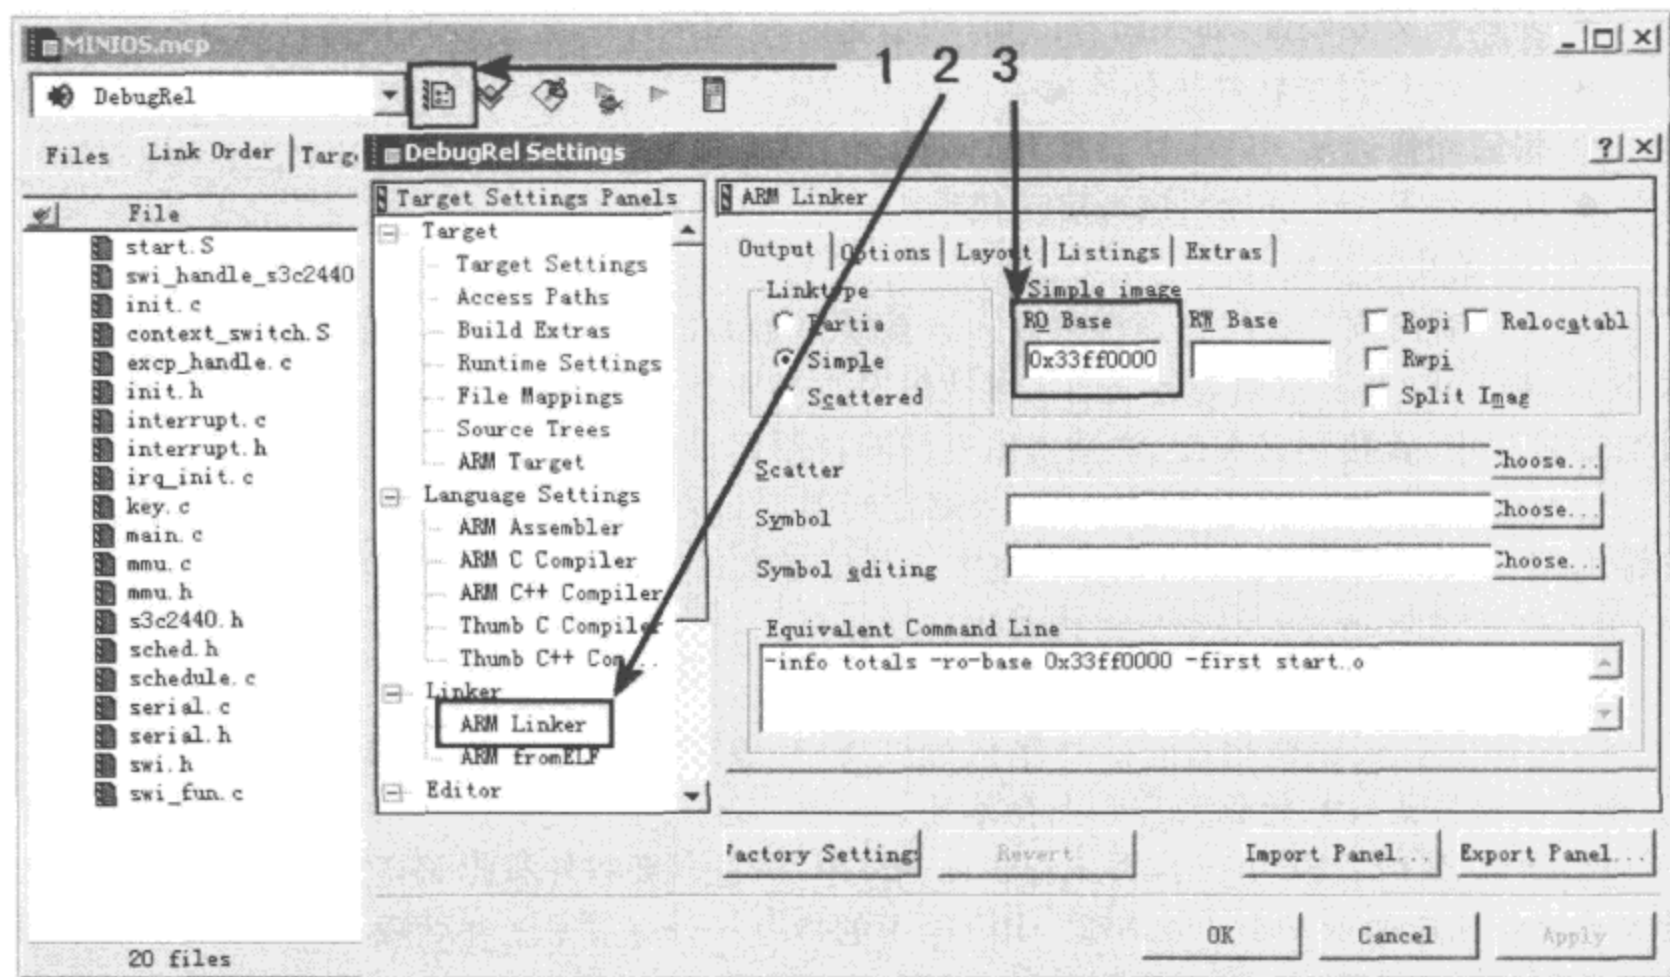

图 2-40 设置 image 文件加载地址
① image 文件的加载时地址与运行时地址。image 文件的加载地址是指由程序源文件编译生成的 image 文件被加载到内存时的地址,该地址由链接器的参数选项指定,在 ADS1.2 开发环境下,可以在图 2-40 中方框中位置中设置。